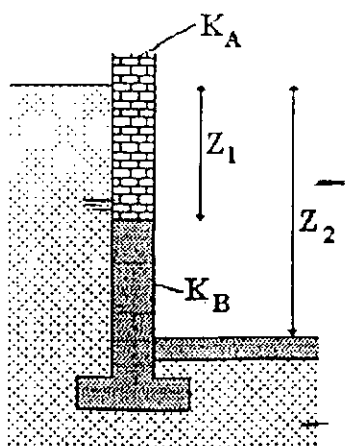

Figure III-7 : Mur avec deux isolations différentes
- k_{SB} est calculé par : $k_{SB} = k_{S2} - k_{S1}$, k_s est calculé comme un mur homogène sur toute la partie enterrée pour z égal respectivement à z_2 et z_1 , et K égal à K_B . (Figure III-7)